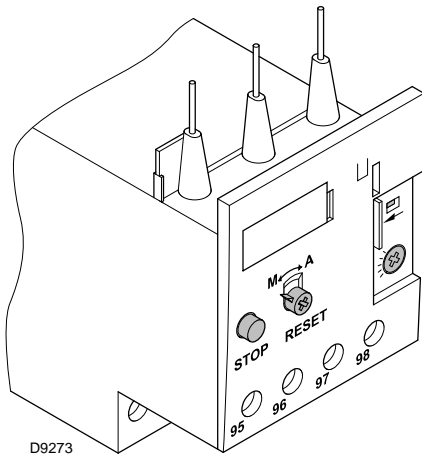

Fig. 37
Le relais thermique électromécanique (Fig. 37) est utilisé pour éviter les dégâts au moteur dus à une forte augmentation de l'absorption ou au manque d'une phase.
- Pour débloquer, en cas d'intervention du relais thermique, appuyer sur le bouton «RESET» (Fig. 37).
- Le bouton «STOP» (Fig. 37) ouvre le contact NF (95-96) et arrête le moteur.